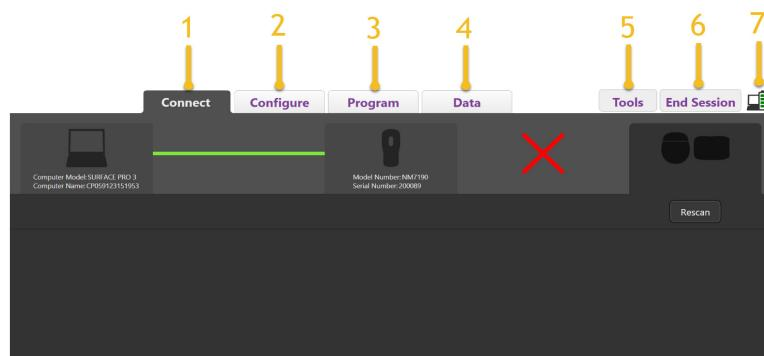

Figura 3. Pestaña Connect (Conectar)
4. Despues de iniciar el Navegador neural Vercise, la pantalla mostrará la pestaña **Connect** (Conectar) y el software intentará conectarse automáticamente a un estimulador (Figura 3).